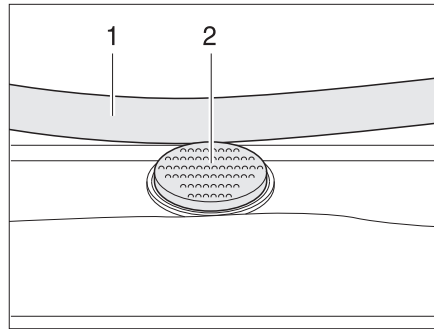

Fig. 81 Bouton de sûreté sur le lanterneau Heki
- Appuyer sur le bouton de sûreté (Fig. 81,2) et tirer l'étrier (Fig. 81,1) vers le bas avec les deux mains.
- Pousser l'étrier vers le haut avec les deux mains jusqu'à ce que ce dernier se trouve au-dessus du bouton de sûreté (Fig. 81,2).